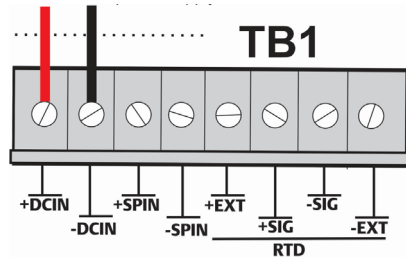

Figura 8. Cablaggio elettrico all'alimentazione c.c.
- Inserire e fissare ciascuna estremità spellata del filo nel relativo connettore (vedere Figura 8 e 9).